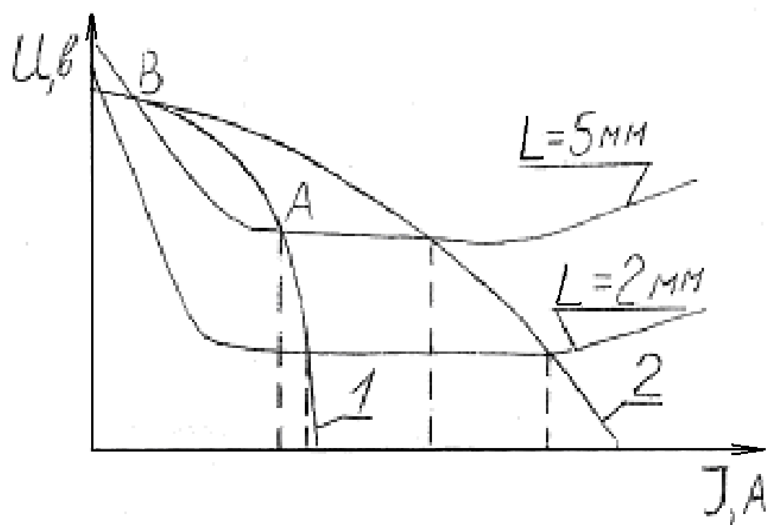

Рис. 1. Вольт-амперные характеристики дуг различной длины и внешние характеристики источников питания с крутопадающей (1) и пологопадающей (2) характеристиками.
Основной характеристикой сварочной дуги является зависимость напряжения на дуге (U_d) от силы тока (I_d) и от длины дуги (L). Эту зависимость $U_d=f(I_d, L)$ называют статической вольт амперной характеристикой дуги (рис. 1). Источники тока для конкретного способа сварки выбирают по их внешней характеристике, выражающей зависимость напряжения на клеммах источника от нагрузки (силы тока). Обычно источники питания могут иметь либо крутопадающую характеристику (см. рис. 1, кривая 1), либо пологопадающую (см. рис. 1, кривая 2). Точка А соответствует установившемуся режиму сварки (напряжение дуги равно напряжений источника тока). Точка В характеризует